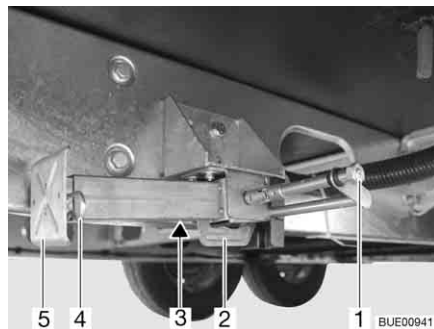

Bild 27 Stödben
- Placera hylsnyckeln på sexkanten (Bild 27,1) och vrid runt den tills stödbenet står rakt neråt.
- När längden på stödbenet kan justeras, dras sprinten (Bild 27,4) ut ur stödbenets förlängning (Bild 27,5).
- Placera hylsnyckeln på sexkanten (Bild 27,1) och vrid runt den tills stödbenet inte längre sitter mot marken.
- Skjut in stödbensförlängningen (Bild 27,5) helt och sätt in sprinten (Bild 27,4) i borrhålet på stödbensförlängningen.
- Vrid sexkanten (Bild 27,1) tills stödbenet svängs uppåt och spåret (Bild 27,2) är helt vid slutet av skåran (Bild 27,3).